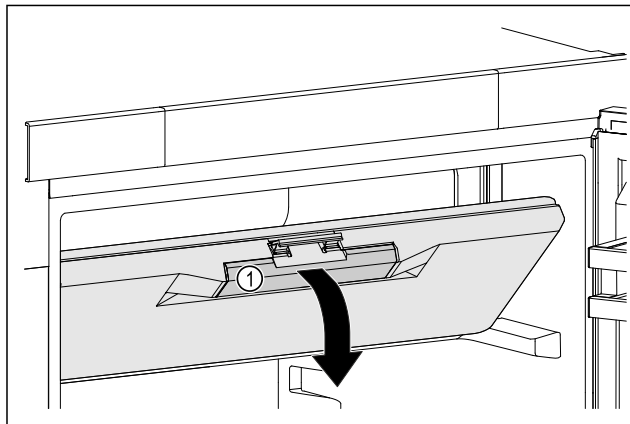

Fig. 23
- Dotkněte se dvířek mrazicího oddílu na prohlubni rukojeti Fig. 23 (1).